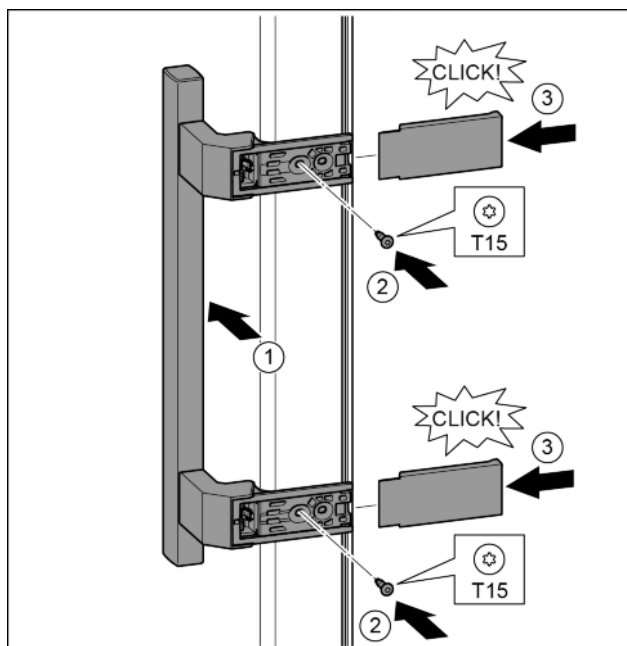

Fig. 18
- Poser la poignée sur le côté opposé. Fig. 18 (1)
- Serrer les vis avec un tournevis T15. Fig. 18 (2)
- Mettre en place les caches latéralement et les enfiler. Fig. 18 (3)